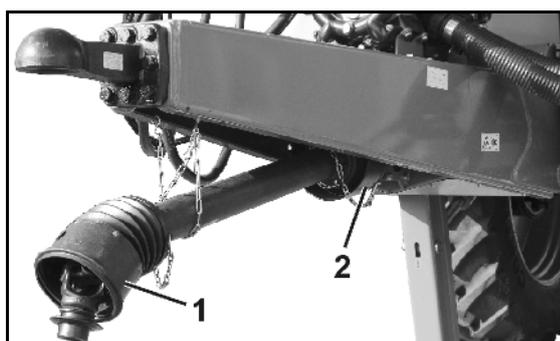

图 13
- 图 13/...
- (1) 带支承链的万向传动轴保护装置
- (2) 机器侧锥形防护罩